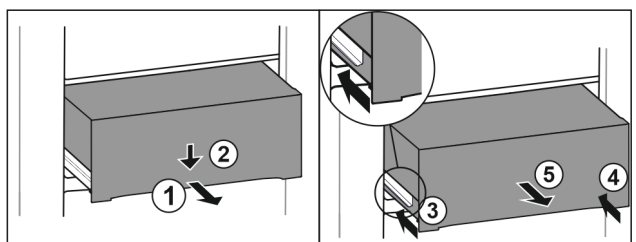

Fig. 91
- ▶ Zásuvku napůl vytáhněte. Fig. 91 (1)
- ▶ Stlačte zásuvku na přední straně dolů. Fig. 91 (2)
- ▶ Zasuňte levou kolejničku přibližně do 2 cm. Fig. 91 (3)
- ▶ Zasuňte pravou kolejničku přibližně do 2 cm. Fig. 91 (4)
- ▶ Vyjměte zásuvku dopředu. Fig. 91 (5)